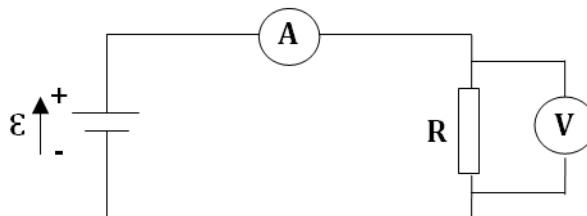

Figura 2 – Representação simbólica de um circuito com resistor, amperímetro e voltímetro.
5. Monte um circuito, como o da Figura 2, utilizando a fonte de tensão contínua, um resistor (R), um voltímetro (V) e um Amperímetro (A).